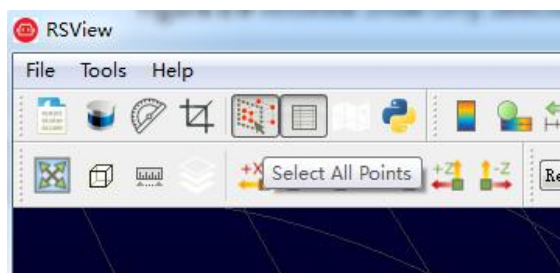

图 C-12 RSView Select All Points 工具
8. 点击 **Select All Points** 工具，这使得您的鼠标变成一个数据点选择工具（图 C-12）。